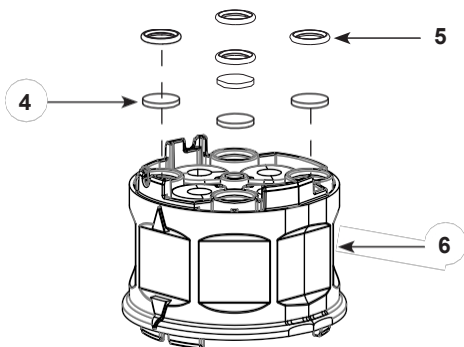

Figura 23 Asamblați carcasa supapei de strângere
NOTĂ: De fiecare dată când pompa este dezasamblată, trebuie înlocuită garnitura blocului Y (elementul 10 din figura 23).
2. A se vedea figura 23. Asamblați discurile filtrante (4) și inelele O (5) în blocul camerei supapei de strângere (6).